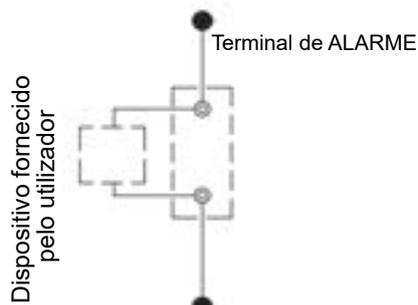

Fig. 8-23 Cablagem da porta "ALARM"
- h) Os tubos e as válvulas de derivação, como mostra a Fig. 8-23, devem ser montados no permutador de calor para facilitar a limpeza do sistema exterior de passagem de água antes de ajustar a unidade. Desta forma, para realizar a manutenção pode-se cortar a circulação de água pelo equipamento, sem ter de cortar nenhum tubo ou eliminar qualquer elemento hidráulico.